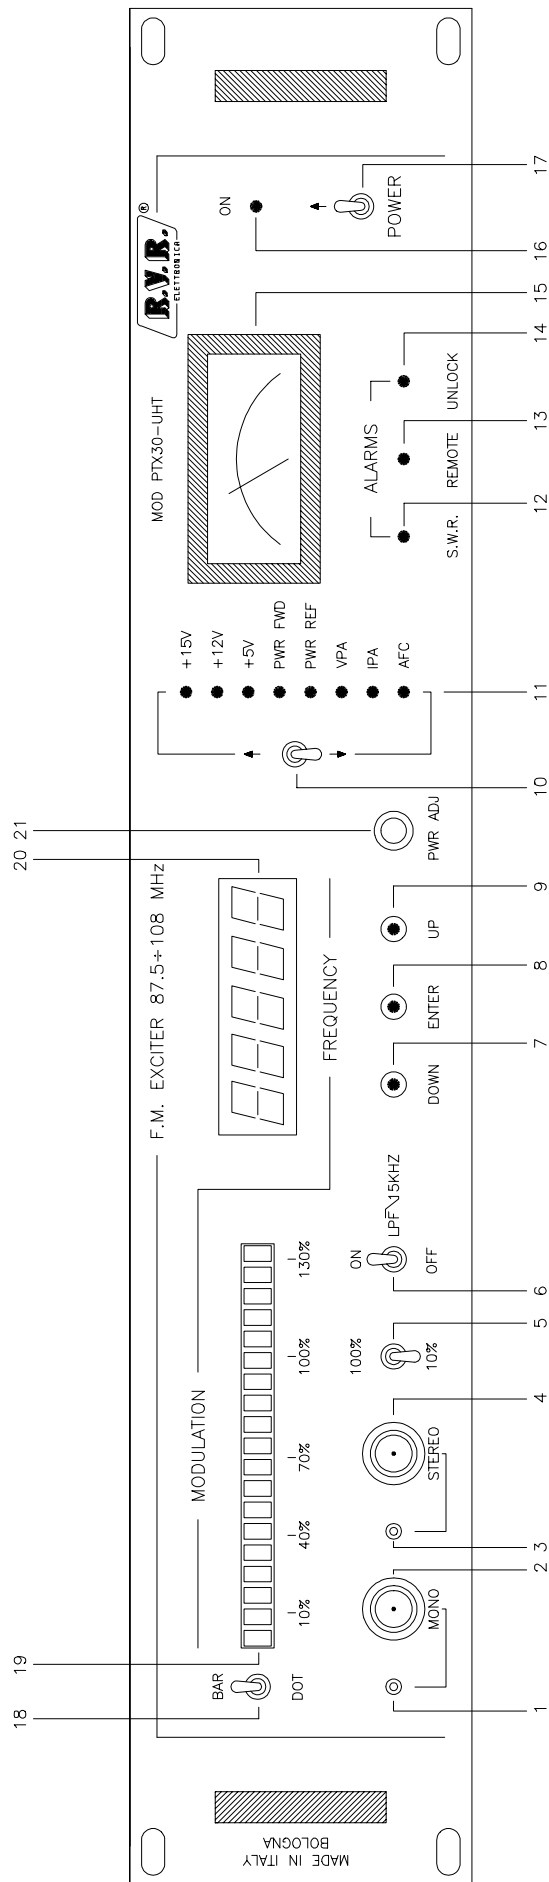
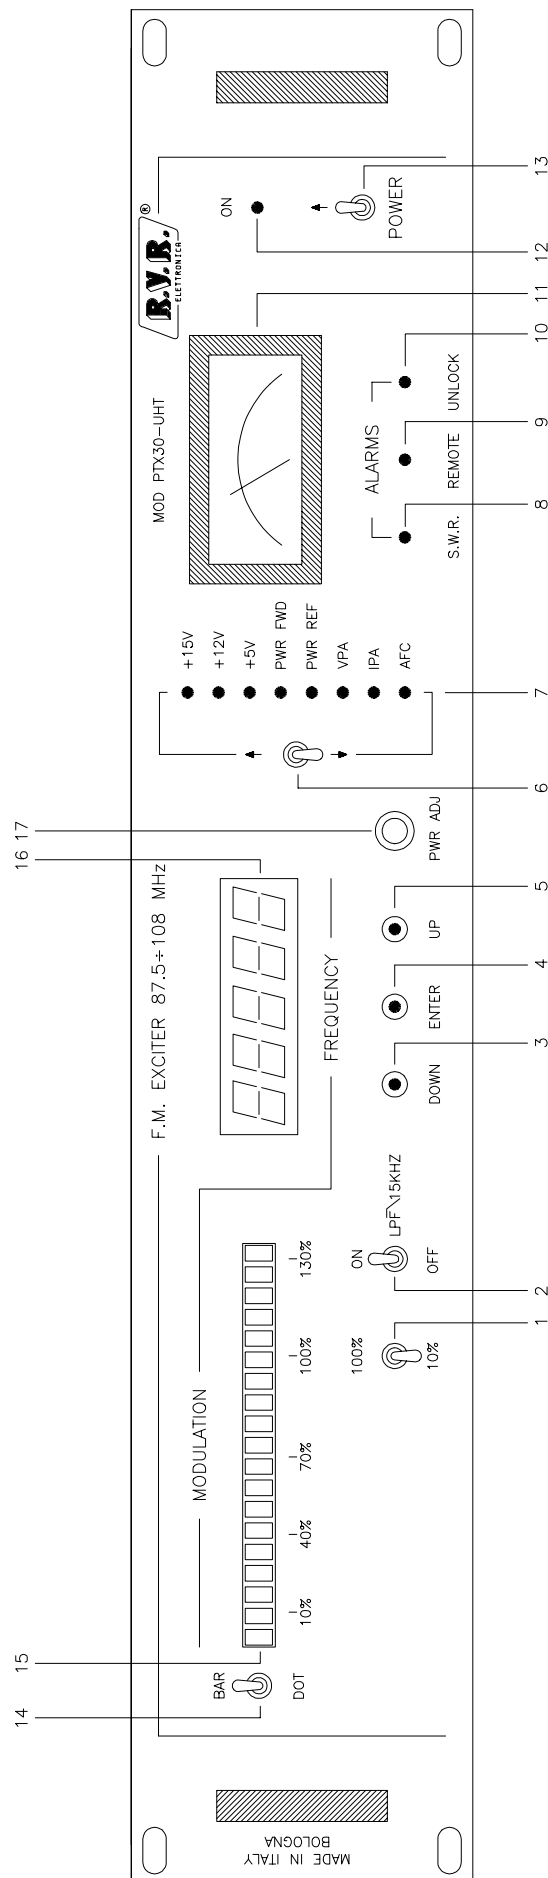

FIG. 1A
FIG. 1B
In questa scheda sono presenti anche: 3 led rossi di segnalazione di allarme i cui segnali provengono dalla main card per il led di ``UNLOCK`` (14 Fig.1A, 10 Fig.1B) e per quello di "REMOTE" (13 Fig.1A, 9 Fig.1B), e dall'alimentatore per il led "SWR" (12 Fig.1A, 8 Fig.1B).
Inoltre sono presenti: il led di accensione (16 Fig.1A, 12 Fig.1B), il trimmer, "PWR ADJ", per la regolazione della potenza di uscita (21 Fig.1A, 17 Fig.1B) e l'interruttore di accensione (17 Fig.1A, 13 Fig.1B).
VERSIONE "EUROPA" (FIG.1A)
VERSIONE "USA" (FIG.1B)
- 2) A questo punto, con un piccolo cacciavite occorre accertarsi che il comando "PWR ADJ" (21 Fig.1A, 17 Fig.1B) sia ruotato completamente in senso antiorario. (N.B. Il comando è un multigiri per cui sarà necessario sincerarsi che il comando sia in effetti arrivato al minimo). Di norma l'apparecchio viene consegnato con tale regolazione al minimo.
- 5) Posizionare l'interruttore di accensione (17 Fig.1A, 13 Fig.1B) su OFF.
- 7) Porre l'interruttore di accensione su ON e verificare l'accensione: della spia verde PWR (16 Fig.1A, 12 Fig.1B), della spia rossa UNLOCK (14 Fig.1A, 10 Fig.1B) e della spia verde relativa alla selezione dei parametri interni PWR FWD.
Dopo qualche secondo si accenderà il display centrale (20 Fig.1A, 16 Fig.1B) che indicherà un numero (es.98.00): tale valore corrisponde all'ultima frequenza impostata.
Per cambiare tale valore agire sui pulsanti UP (9 Fig.1A, 5 Fig.1B) o DOWN (7 Fig.1A, 3 Fig.1B) per portare l'apparato sulla nuova frequenza.
Raggiunto il nuovo valore (es.103.45), premere il pulsante ENTER (8 Fig.1A, 4 Fig.1B) per confermare tale valore.